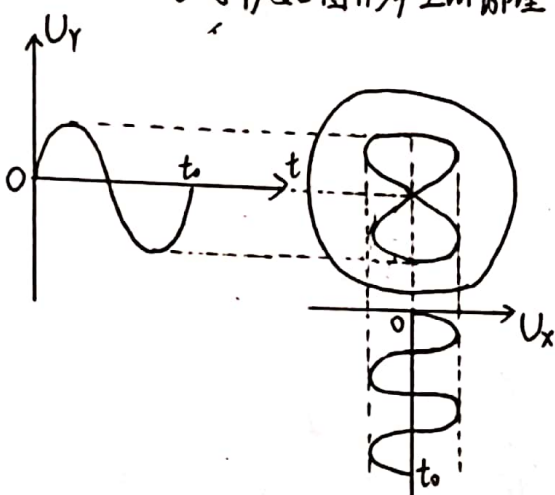
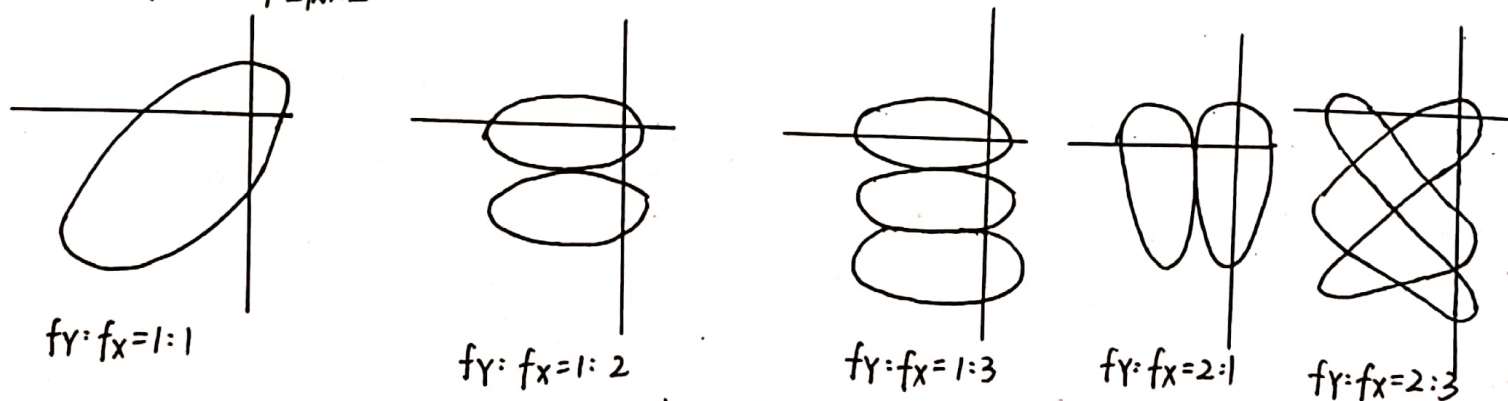

图3 李萨如图形产生原理
图4 李萨如图形
(3) 频率测量
b. 李萨如图形产生的原理 图3。若X偏转板和Y偏转板上所施加的两个正弦电压振幅和初相位都不同,但两个信号的频率之比为整数比时,则屏上将显示出稳定和复杂的李萨如图形,如图4。
李萨如图形通常使用割线法来测定未知信号的频率。设 f_y 、 f_x 分别为Y偏转板或X偏转板的电压频率, n_x 为水平割线与图形的最多交点数, n_y 为垂直割线与图形的最多交点数,如图4。由理论分析可得频率和最多割点数的比例关系为 $f_y:f_x=n_x:n_y$ 。若已知频率 f_x ,测出 n_x 和 n_y ,则可求出 f_y 。
将示波器的扫描时间调节旋钮置于X-Y工作方式, 音频信号发生器的信号函数输出接示波器的CH1的输入端, 数字函数信号发生器的信号输出接示波器的CH2的输入端。使数字函数信号发生器输出正弦波信号, 频率 f_y 固定为1kHz; 使音频信号发生器同样输出正弦波信号, 并调节信号频率 f_x , 显示图4中前三种情况的李萨如图形, 测量并利用割线法计算这三种情况下音频信号发生器的输出频率 f_x 。